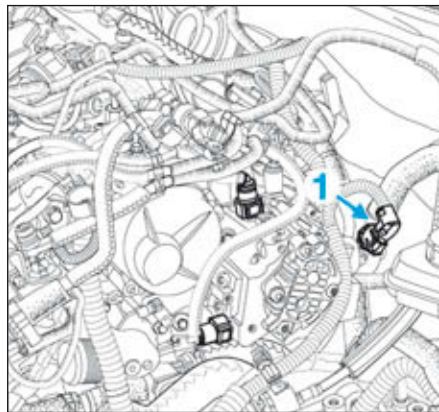

FIG.155
- Débrancher le connecteur électrique (1) (Fig.155) du régulateur de pression de carburant.